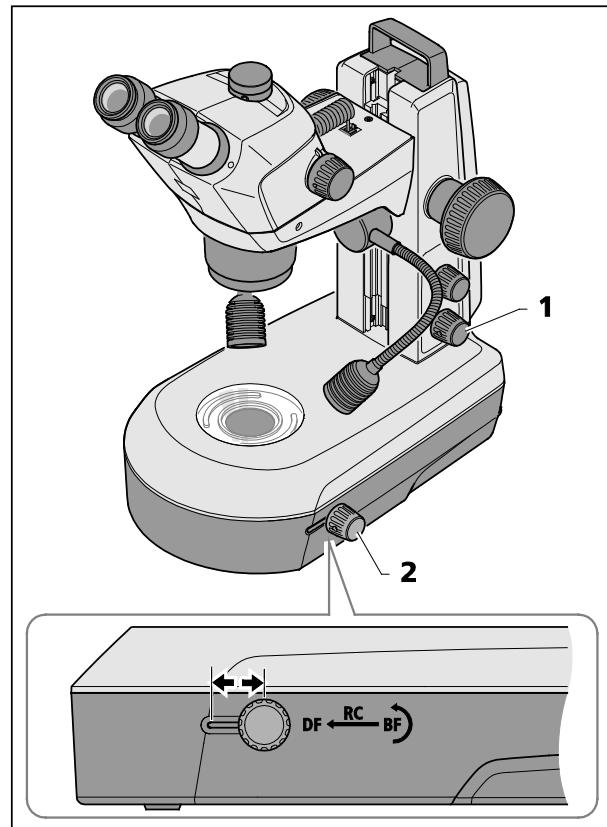

Bild 26 Durchlichteinheit im Stativ K LAB
- Durch Drücken auf den unteren Drehknopf (Bild 26/1) Durchlicht einschalten.
- Durch Schieben des Dreh-/Schiebeknopfes (Bild 26/2) in die hintere Stellung Hellfeld (BF) einstellen.
- Durch Drehen des Dreh-/Schiebeknopfes (Bild 26/2) den Klar- oder diffusen Spiegel einschwenken bzw. den Kippwinkel versteteln.
- Durch Verschieben des Dreh-/Schiebeknopfes (Bild 26/2) in die vordere Stellung wird auf Dunkelfeld-Beleuchtung (DF) umgeschaltet.
Durch Verschieben des Dreh- / Schiebeknopfes (Bild 26/2) in eine mittlere Position und durch Kippen des Spiegels werden Schräglichteffekte (RC) erzeugt, sehr gut geeignet zum Sichtbarmachen von Strukturen ungefärbter Objekte.